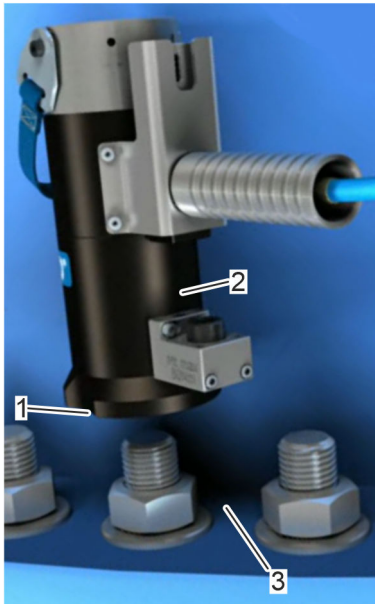

Fig. 36 : stabilisation
1. ➤ Nettoyer la surface de contact (Fig. 36 /3) et la vis.
2. ➤ Mettre le tendeur en place. S'assurer que la surface de contact (Fig. 36 /3) est perpendiculaire à l'axe de serrage.